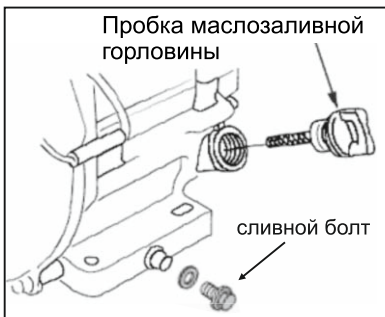

Рис. 19
2. Выкрутите пробку маслозаливной горловины (рис. 19);
3. Выкрутите сливной болт (рис. 19);